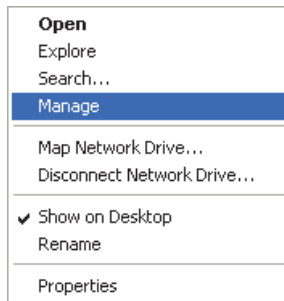

Рис. 7-10 Контекстное меню Мой компьютер
2. В контекстном меню щелкните **Управ.** (см. Рис. 7-10 на стр. 223).